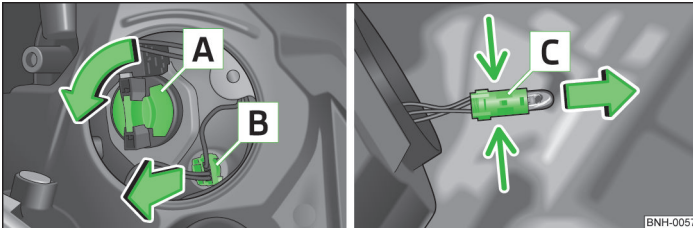

Abb. 128 Glühlampe für Fern-, Tagfahr- und Standlicht wechseln
- › Den Sockel  » Abb. 128 bis zum Anschlag **entgegen** dem Uhrzeigersinn drehen und herausnehmen.
- › Den Sockel  » Abb. 128 zusammen mit der Glühlampe mit Wackelbewegungen herausziehen.